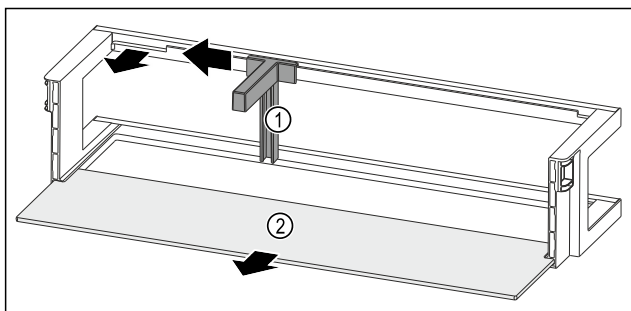

Fig. 89 Półka w drzwiach z uchwytem butelek i półką
- ▶ Przesunąć uchwyt butelek Fig. 89 (1) na bok do zagłębienia.
- ▶ Wyjąć uchwyt butelek Fig. 89 (1).
- ▶ Wyjąć półkę Fig. 89 (2).